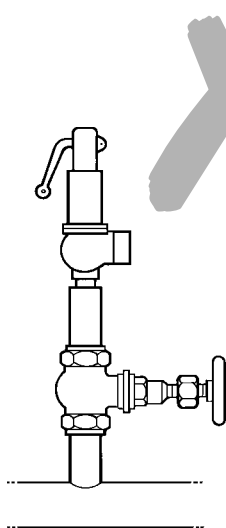

Fig. 2
- 5.3** No debería haber válvula de interrupción entre el recipiente de presión y la válvula de seguridad (Fig. 2).